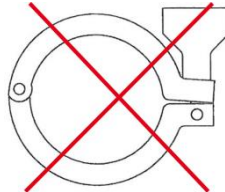

Abb. 2
- ⇒ Die Klemmschenkel dürfen sich nach dem Anziehen nicht berühren (Abb. 2).